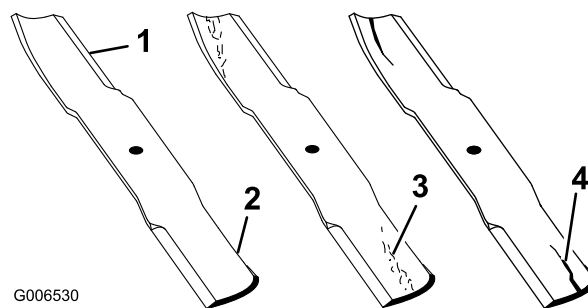

Figura 68
1. Inspeccione los filos de corte (Figura 68).
2. Inspeccione las cuchillas, especialmente la parte curva (Figura 68).
Si observa daños, desgaste o la formación de una ranura en esta zona (Figura 68), instale inmediatamente una cuchilla nueva.